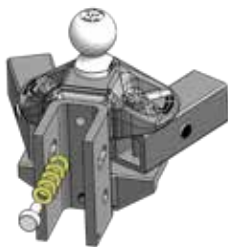

Figura 1
2. Inserte el remache espaciador con arandelas en la parte posterior del cabezal del enganche. Comience con 6 arandelas espaciadoras para la mayoría de las configuraciones. (Figura 1)